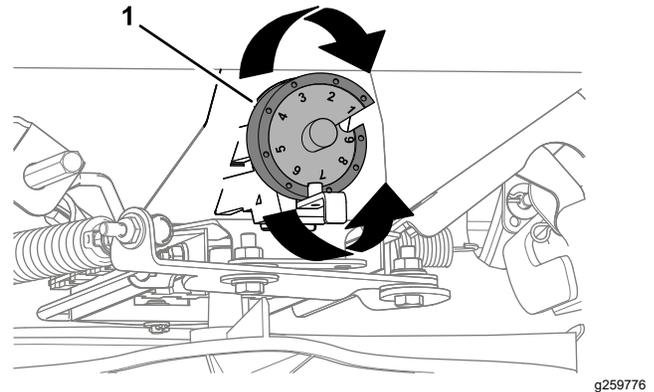

**Figura 23**
2. Coloque las bandejas restantes en línea recta, como se muestra en la Figura 22 o la Figura 23.
Coloque 6 bandejas adicionales en cada lado, sin espacio entre las bandejas (Figura 23).
- Etiquete cada cilindro graduado según la bandeja de recogida correspondiente (por ejemplo, L2, L1, Centro, R1, R2...); consulte la Figura 22 y la Figura 23.